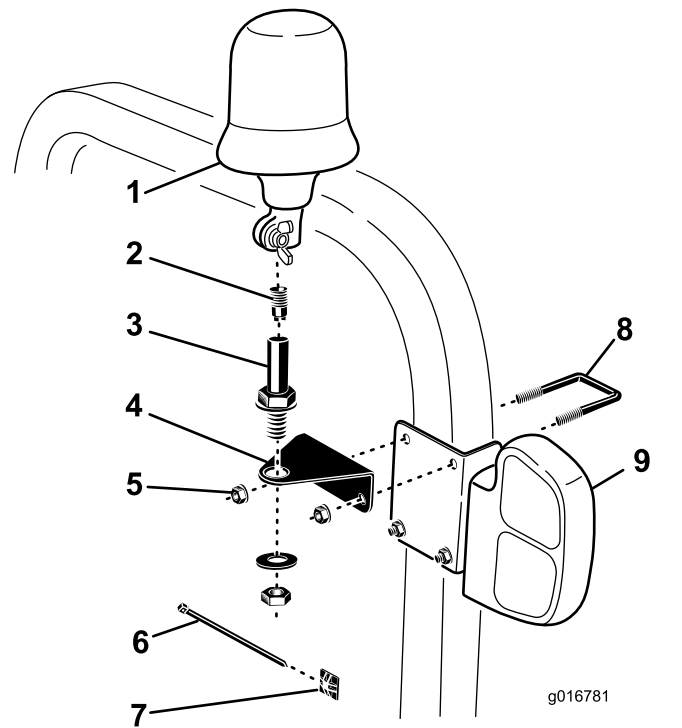

Bild 7
2. Befestigen Sie die Überrollschutz-Rundumleuchtenhalterung lose mit dem unteren U-Bügel und zwei Muttern ($\frac{3}{8}$ "), mit denen die Rücklichthalterung am Überrollschutz befestigt ist, hinten an der rechten Strebe des Überrollbügels (Bild 7).
4. Entfernen Sie den Rundumleuchtenanschluss aus der Rundumleuchtenfassung (Bild 7).
7. Befestigen Sie die Rundumleuchtenfassung mit der mitgelieferten Klemmmutter an der Rundumleuchtenhalterung (Bild 7).
8. Stecken Sie die Rundumleuchte in die Fassung und ziehen Sie die Flügelmutter an (Bild 7).
9. Bringen Sie die zwei Befestigungspolster am Überrollschutz an und befestigen Sie den Kabelbaum mit Kabelbinden an den Polstern (Bild 7).